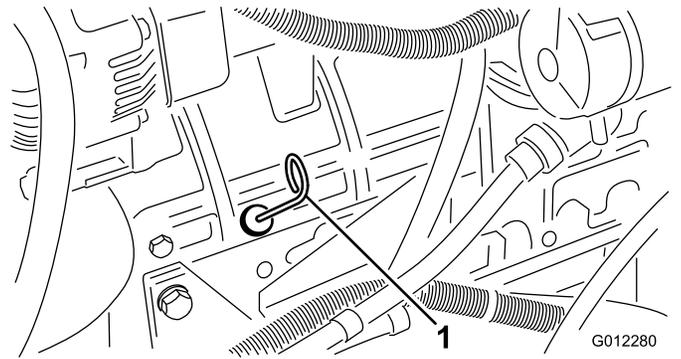

Bild 10
3. Nehmen Sie den Peilstab heraus und wischen Sie ihn ab. Stecken Sie ihn dann ein (Bild 10).